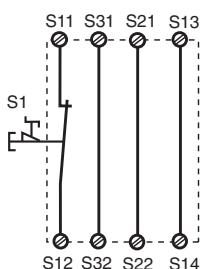
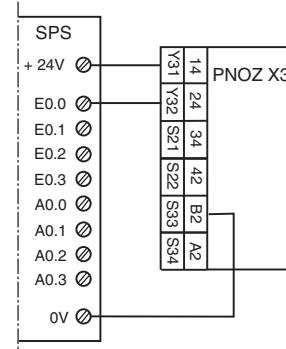

Fig. 2: Eingangskreis einkanalig, autom. Start/Single-channel input circuit, automatic reset/Commande par 1 canal, validation automatique
Fig. 10: Anschlussbeispiel für Halbleiterausgang/Connection of semiconductor output/Câblage de la sortie statique
In Fig. 2 ... Fig. 10 sind Anschlussbeispiele für Not-Halt-Beschaltung mit automatischem und überwachtem Start, Schutztür-ansteuerungen sowie Kontaktvervielfachung durch externe Schütze dargestellt.
- Fig. 2 und 7: Das Gerät startet bei Spannungsausfall und -wiederkehr automatisch. Verhindern Sie einen unerwarteten Wiederauflauf durch externe Schaltungsmaßnahmen.
- Fig. 2 und 7: **keine** Verbindung S33-S34
In Fig. 2 ... Fig. 10 are connection examples for Emergency Stop wiring with automatic and monitored reset. Safety gate controls as well as contact expansion via external contactors.
- Fig. 2 and 7: the device starts automatically after loss of power. You should prevent an unintended start-up by using external circuitry measures.
- Fig. 2 and 7: S33-S34 **not** connected
Les figures 2 à 10 représentent les différents câblages possibles du PNOZ X3 à savoir : poussoir AU avec réarmement automatique ou auto-côntrolé, interrupteurs de position et augmentation du nombre des contacts de sécurité par contacteurs externes.
- Fig. 2 et 7: l'appareil se réarme automatiquement après une coupure et une remise sous tension. Evitez tout risque de redémarrage par un câblage externe approprié.
- Fig. 2 et 7: **pas** de câblage sur S33-S34